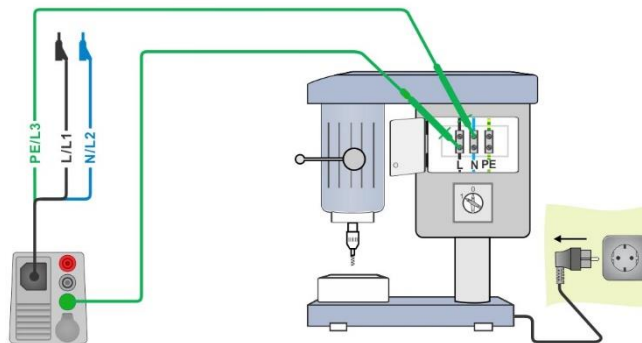

Abbildung 7.125: Messung Restspannung
- Schließen Sie den 3-Leiter Prüfadapter am Messgerät und am Prüfling an, siehe **Abbildung 7.125**.
- Schließen Sie den Prüfling an das Versorgungsnetz an und schalten ihn ein, siehe **Abbildung 7.125**.